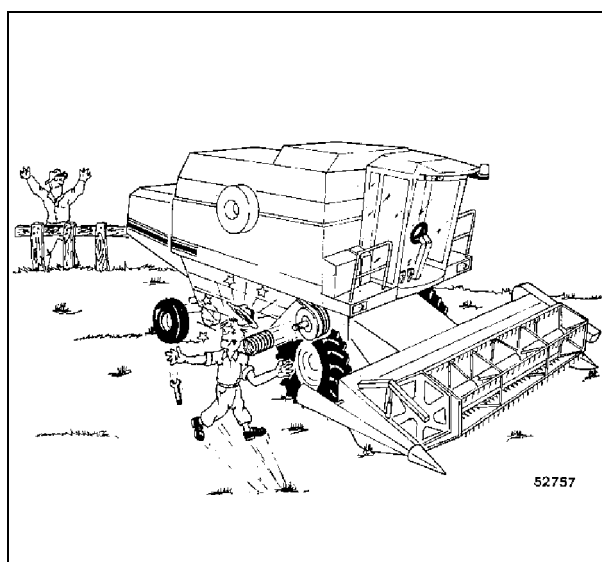

Рис. 26
25.) Приводной ремень вариатора цилиндра Рис. 26